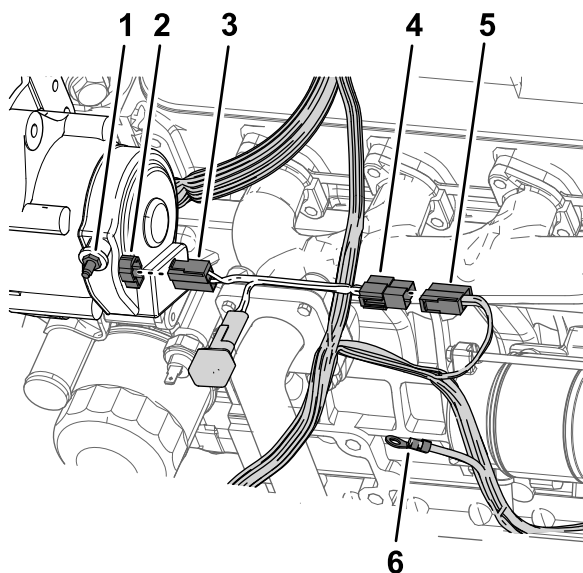

Figura 244
- Alinhe o conector de tomadas da cablagem do adaptador do alternador com os pinos do conector elétrico no alternador (60 A) e empurre os conectores juntos para o conector ficar bem encaixado (Figura 244).
- Alinhe o conector macho de 2 lâminas da cablagem do adaptador do alternador com o conector de 2 tomadas da cablagem para a máquina que retirou no passo 2 de Remoção do alternador \(40 A\) \(página 114\) e empurre os conectores juntos até o conector ficar bem encaixado (Figura 244).